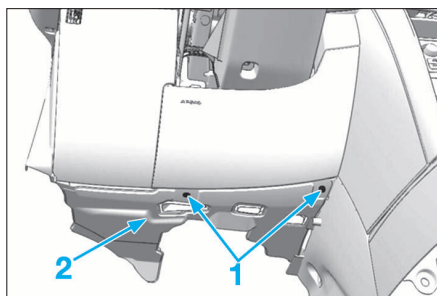

FIG. 10
• Déposer les agrafes (1) puis déposer l'insonorant sous la planche de bord (2) (Fig.10).